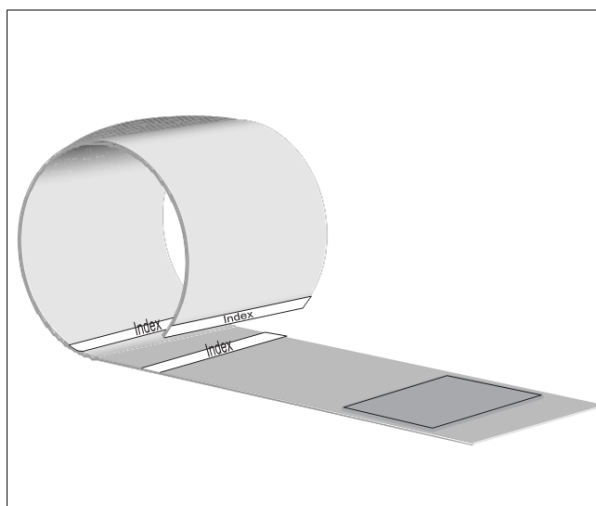

Bild 4-2 Anlegen der Manschette
- sich beim Schließen die gestrichelte, weiße Linie am Manschettende innerhalb der beiden gestrichelten Linien mit dem Symbol  befindet (andernfalls ist eine andere Manschettengröße zu wählen, siehe Bild 4-2),